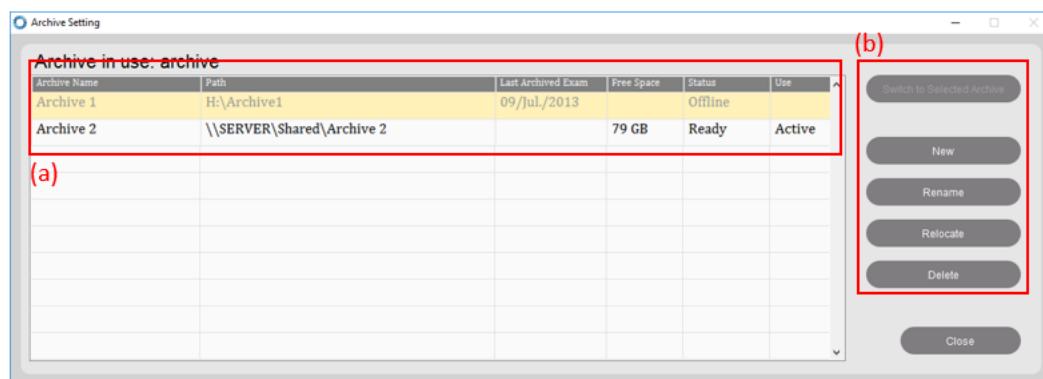

Рис. 171. Окно настройки архивирования
1. Щелкните текст ссылки **Show archived images** (Показать заархивированные изображения) в области изображений ОКТ (рис. 171).